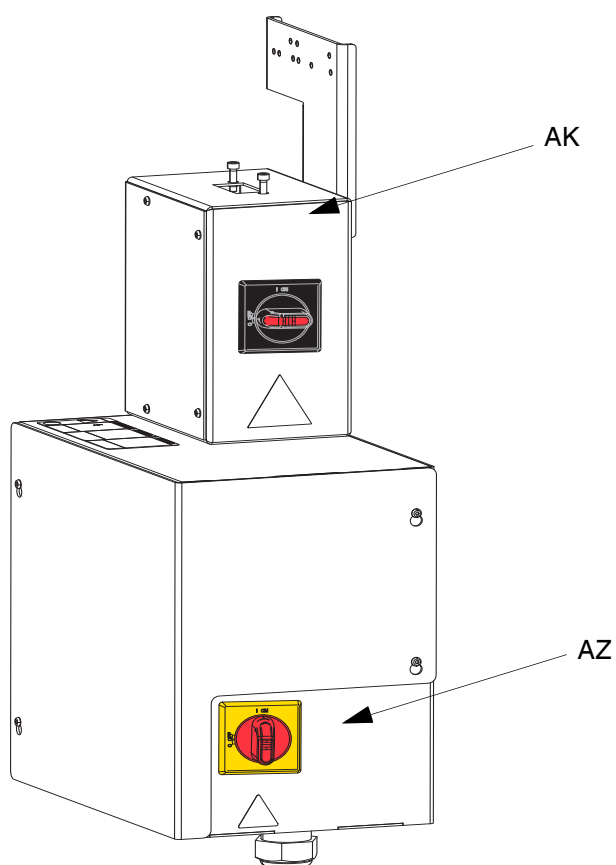

図 4。電源の切断
切断スイッチ (AZ) は加熱コントロールボックス (AX) にあります。図 4 を参照してください。赤と黒の電源ジャンクションボックススイッチ (AK) があり、これは電源ジャンクションボックス (AJ) にあります。電源ジャンクションボックススイッチ (AK) は、熱以外のすべての電力を排除します。切断スイッチ (AZ) は、熱を含むシステム全体の電力を排除します。